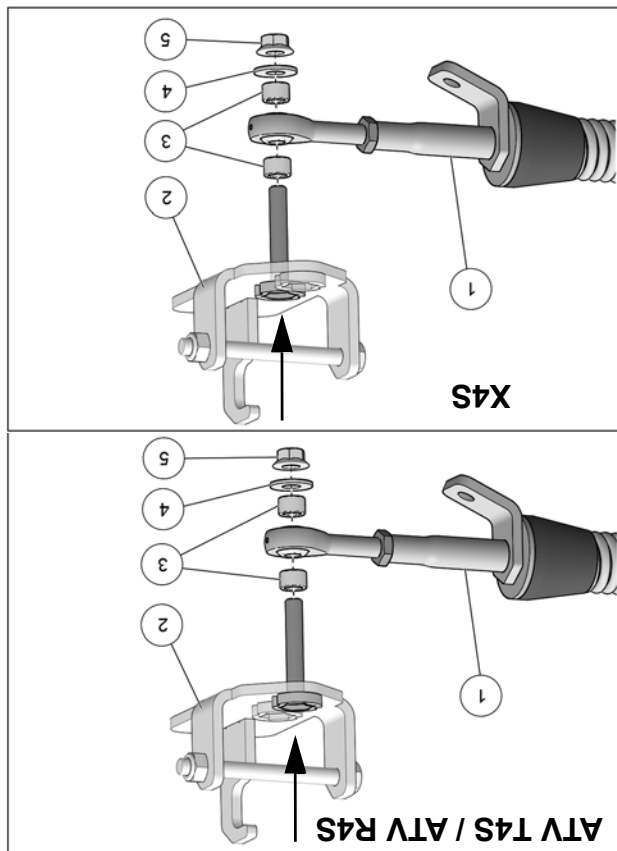

Fig. 10
9. Fixer le bras stabilisateur (1) à l'ancrage de suspension (2) à l'aide des espacateurs (3), de la rondelle (4) et de l'écrin autobloquant (5). Serrer à un couple de 70 N•m [52 lb•pi]. Voir la Fig. 10